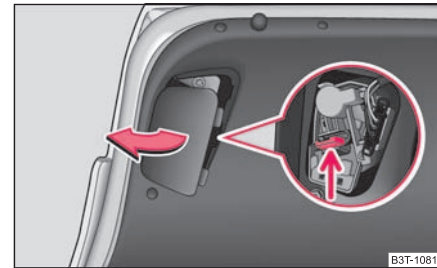

Abb. 239 Ausbau des inneren Teils der Heckleuchteinheit
- Nehmen Sie die Abdeckung der Heckleuchteinheit an der Innenseite der Gepäckraumklappe ab ⇒ Seite 271, Abb. 239.
- Drücken Sie die Federfalle ⇒ Seite 271, Abb. 239 und nehmen Sie den Lampenhalter aus dem Gehäuse der Heckleuchteinheit heraus.